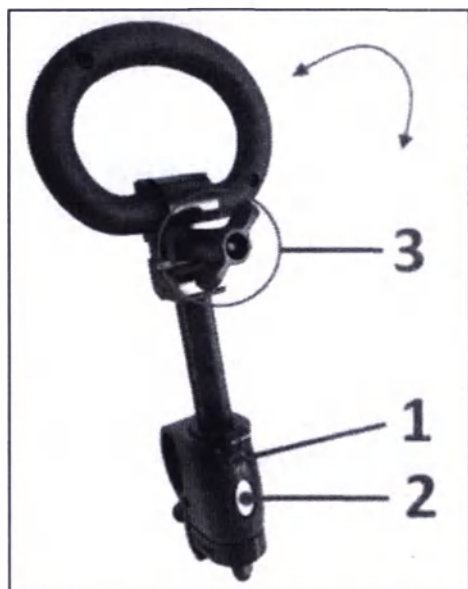

Рис. 23
Вставьте одну сторону рычага крепления голеностопа в отверстие колеса, затем, нажав на белую кнопку фиксатора 1 (Рис.23), вставить другую сторону рычага в отверстие противоположного колеса, и отпустить кнопку (см. рис. 23).
1. Чтобы обеспечить безопасность, затянуть или ослабить ремешок вокруг лодыжки используйте ремень с застежкой фастекс 2 (Рис.23).
2. Ремень 3 (Рис. 23) позволяет регулировать поперечную фиксацию ноги пользователя в ходунке;
3. Для регулировки длины шага, нажмите и передвигайте пружинные зажимы 4 (Рис. 23) на необходимую длину.